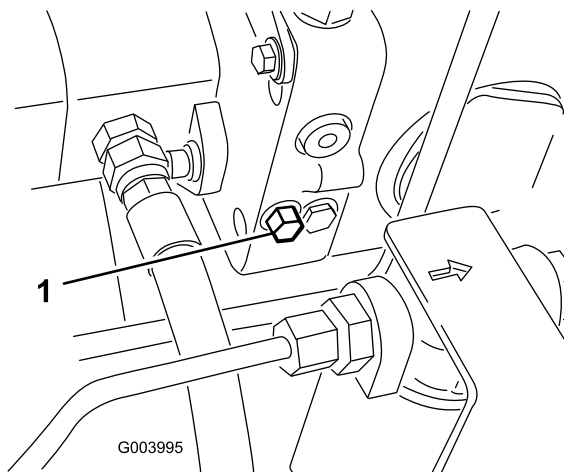

Bild 42
1. Dieses Sicherheitsventil befindet sich links am Hydrostat (Bild 42). Drehen Sie die Schraube um eine 1-1/2 Umdrehungen, um das Ventil zu öffnen und Öl intern abzulenken. Weil das Öl abgelenkt wird, lässt sich die Maschine ohne Schäden am Getriebe langsam bewegen.